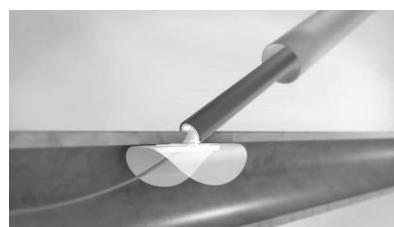

Bild 13. Placering av tamponad, implantat placerat intill arteriotomin.
- Fortsätt att dra tillbaka anordningen ytterligare 1,5 graderingar (dvs. 3,5 graderingar totalt). Vid denna punkt ska ett lätt taktilt motstånd kännas till följd av att implantatet har förankrat sig själv inuti artärväggens lumen. Detta indikerar tamponadens placering, och implantatet har nu kontroll över blödningen från arteriotomin. Bild 13.